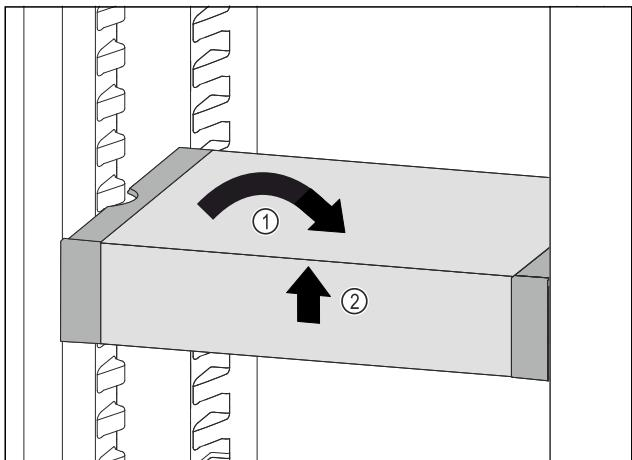

Fig. 93
- Predal VarioSafe postavite ravno. Fig. 93 (1)
- Predal VarioSafe dvignite spredaj. Fig. 93 (2)